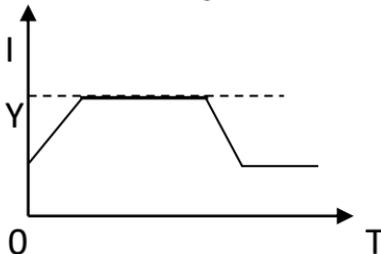

Figura 6.2 Mapa esquemático de la limitación de corriente inicial
**F06 Limite de Inicio I.** Rango configurable: (50-500)% In o (1-6000) A,% se refiere al porcentaje de la corriente nominal del motor (es decir, el valor de configuración del parámetro F19). (Cuando F08 se establece en 0 y 2, aquí se muestra el valor actual, no el porcentaje). Este valor se utiliza para establecer la corriente límite máxima cuando el arrancador suave arranca con el motor. Es decir, cuando aumenta el voltaje de salida del arrancador suave, su corriente de salida permanecerá dentro del valor establecido hasta que el motor arranque por completo. La hora actual se muestra en la Figura 6.2. Ik es el valor establecido de F06.